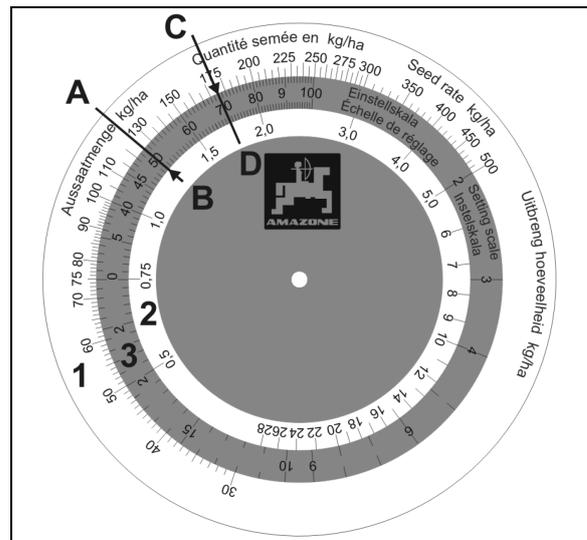

Fig. 80
Die Rechenscheibe besteht aus drei Skalen: einer äußeren weißen Skala (Fig. 80/1) für alle Ausbringmengen über 30 kg/ha und einer inneren weißen Skala (Fig. 80/2) für alle Ausbringmengen unter 30 kg/ha. Auf der mittleren, farbigen Skala (Fig. 80/3) sind die Getriebestellungen von 1 bis 100 angegeben.
2. Die Ausbringmenge **125 kg/ha** (Fig. 80/A) und die Getriebestellung **50** (Fig. 80/B) auf der Rechenscheibe übereinander stellen.
3. Lesen Sie nun auf der Rechenscheibe die Getriebestellung für die gewünschte Ausbringmenge von **175 kg/ha** ab (Fig. 80/C). In unserem Beispiel ist das die Getriebestellung **70** (Fig. 80/D).